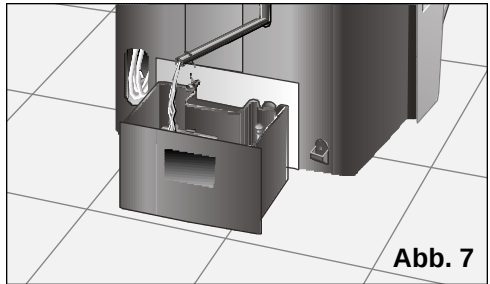

Abb. 7
- ☐ Falls das Gerät zum leichteren Transport geneigt werden muss, muss zuvor das Kondenswasser aus dem Innenbehälter abgelassen werden. Hierzu den Ablassschlauch aus der Halterung lösen und Verschlussstopfen (**Abb. 7**) herausnehmen, damit das erzeugte Wasser ablaufen kann. Vergessen Sie nicht, nach dem Entleeren des Kondenswasserbehälters den Stopfen wieder auf den Schlauch aufzusetzen und den Schlauch einzuhängen.